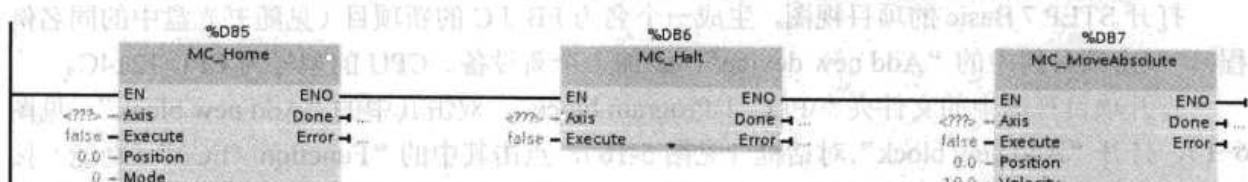

图 5-71 运动控制指令
**MC\_Home** 指令 (见图 5-71) 用来建立轴控制程序和轴的机械定位系统之间的关系。